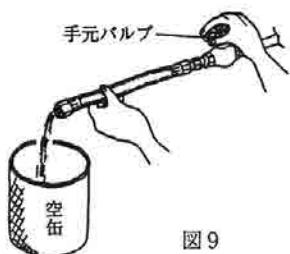

図9
- 図9のようにバーナーのシームレスホースを外し、手元バルブを開けて油を空缶に受けて配管中のエアを抜きます。